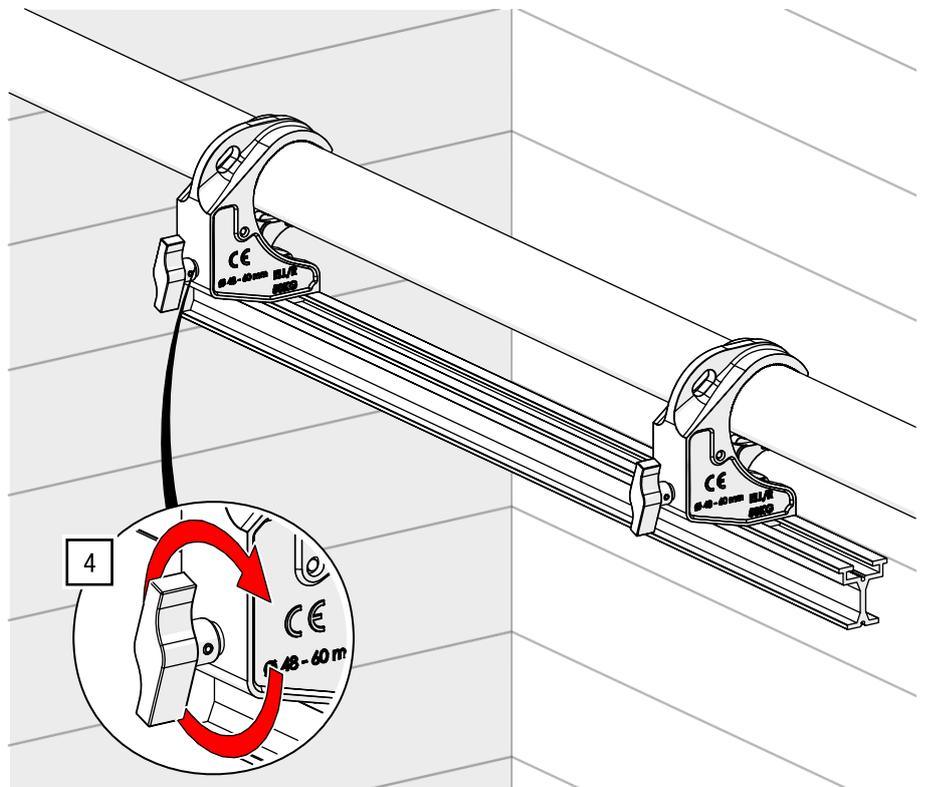

Abb. 60: G-CLAMP direkt – Auf Rohr befestigen
4. Drehen Sie die Flügelschraube handfest zu (siehe Abb. 60).